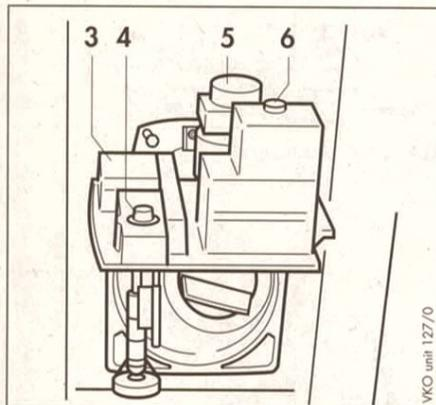

Abb. 12.4 Wartungsposition A
- Lösen Sie den Öl-Anschluß (11) vom Düsenstock.
- Trennen Sie die Steckverbindung (10) vom Öl-Vorwärmer.
- Lösen Sie die Befestigungsschrauben von den Doppelzündelektroden (9) und nehmen diese ab.
- Drehen Sie die Regulierschraube (4 in Abb. 12.4) nach links, bis diese den Düsenstock freigibt.